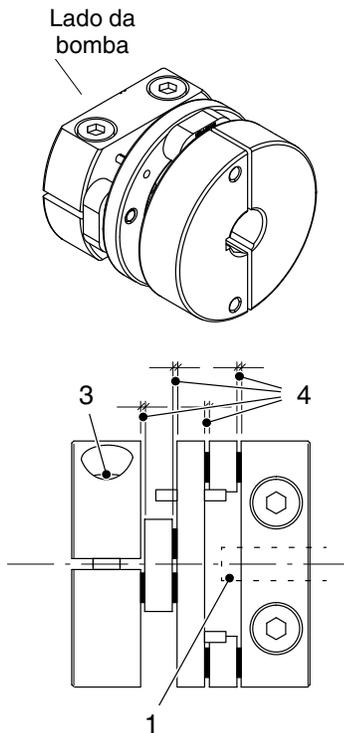

Fig. 7-24
3. Enfie o veio do motor (1, fig. 7-24) no acoplamento, de modo que ele fique à face com o primeiro elemento do acoplamento, ou que, quanto muito, fique saliente de 1 a 2 mm (0,04 - 0,08 in).
4. A folga axial, quer dizer a soma das quatro folgas (4, fig. 7-24) tem de ser de pelo menos 2 mm (0,08 in) de ar, para ter em conta a dilatação térmica durante a operação.
5. Aperte os parafusos do acoplamento (3, fig. 7-24). Binário de aperto: 36 Nm (320 lbin).